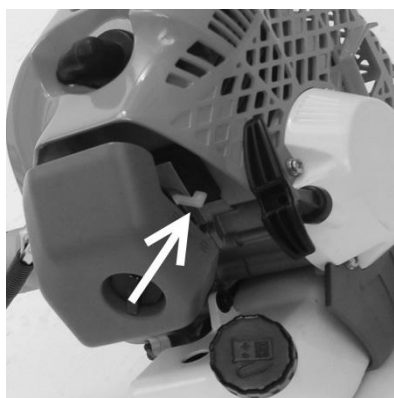

Рисунок 9
5.1.3 Рычаг воздушной заслонки переведите вверх, в положение «ХОЛОДНЫЙ ЗАПУСК» (рисунок 9).